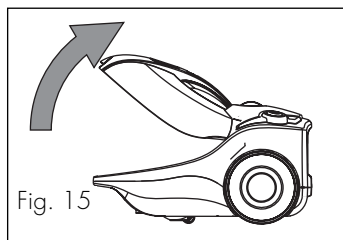

Fig. 15
Para cambiar la bolsa de papel, presionar el botón de apertura del compartimiento recoge-polvo (P) y levantar la tapadera (fig. 15), quitar el soporte bolsa de papel (fig. 16a), cerrar la bolsa tirando de la lengüeta (fig. 16b), extraer la bolsa y tirarla. Introducir la bolsa de papel nueva en las guías previstas, respetando la dirección de la flecha (fig. 17a) y empujando hasta el fondo.